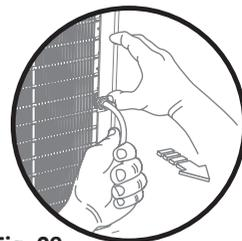

Fig. 09
- Para desencaixar do local indicado como entrada, basta pressionar a trava na extremidade do conector e puxar a mangueira (Fig.09).